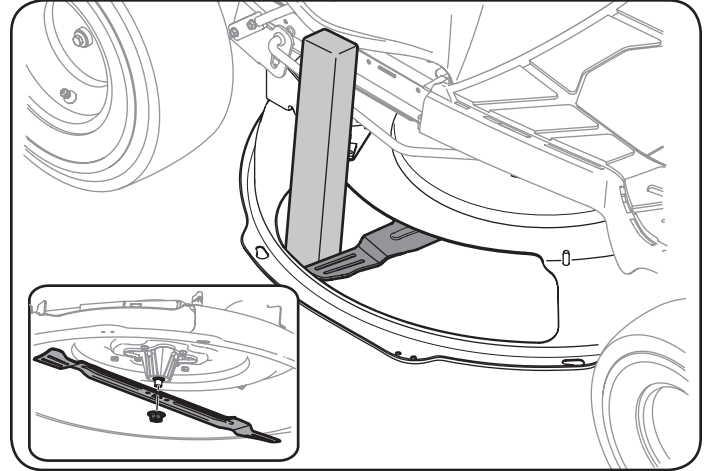

Figura 37
2. Use un bloque de madera o un 2 x 4, insértelo dentro de la abertura de la plataforma y haga girar la cuchilla hasta que la madera haga cuña entre la abertura de la plataforma y la cuchilla de corte, como se indica en la Figura 37.
3. Extraiga la tuerca de brida hexagonal que asegura la cuchilla al montaje del husillo y retire la cuchilla. Vea el recuadro de la Figura 37.